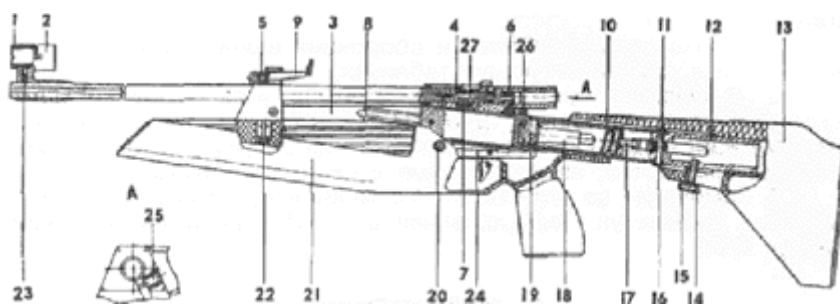

Рис. 1. Схема механизмов винтовки ИЖ-61
5.1. Схема механизмов винтовки показана на рис. 1.
- 8.2. Неполную разборку винтовки необходимо производить в следующем порядке (рис. 1):
8.9. Через каждые 1000 выстрелов (по мере необходимости) во избежание качки винтов 5, 15, 20, 22, 23 (рис. 1) производите их подтягивание.